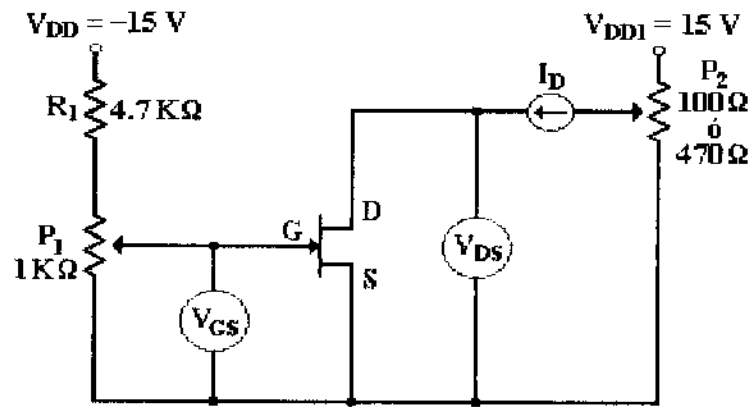

Figura 1.4
6.- Arme el circuito de la figura 1.4, del cual se determinarán las características de salida respectivamente para voltajes de polarización de compuerta. Esta se ajustará con P1 (voltaje  $V_{GS}$ ) y P2 se ajusta el valor de  $V_{DS}$ , se anotarán las lecturas correspondientes en la tabla 2 de la corriente  $I_D$ .